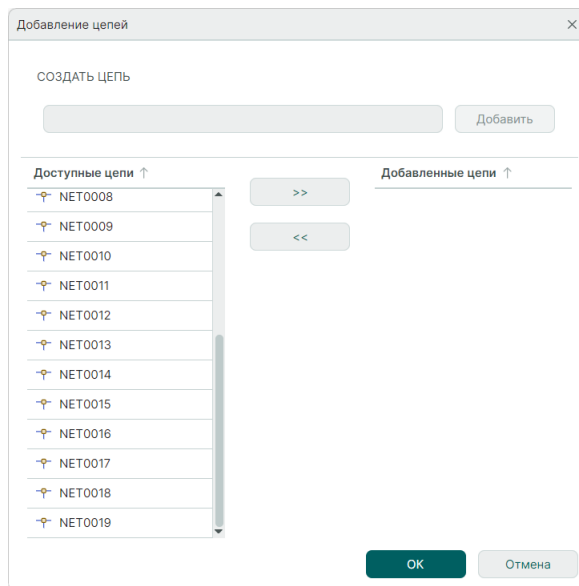

Рис. 174 Окно «Добавление цепей»
3. Нажмите кнопку «Добавление цепей» **Добавление цепей**, после чего на экране отобразится окно «Добавление цепей», см. Рис. 174.